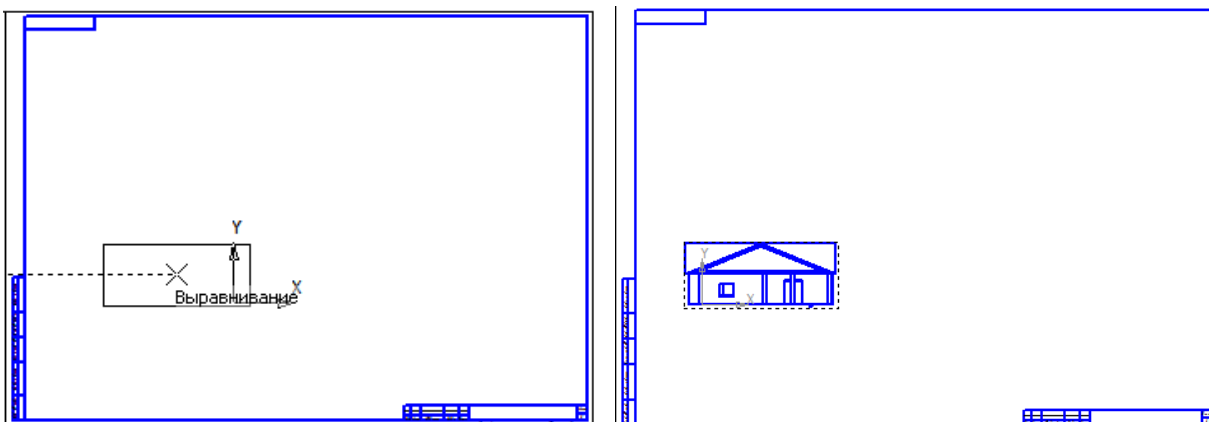

Рисунок 3.1.5. Вставка фасада на лист
5. Выберите точку вставки фасада на листе. (Рис. 3.1.5)